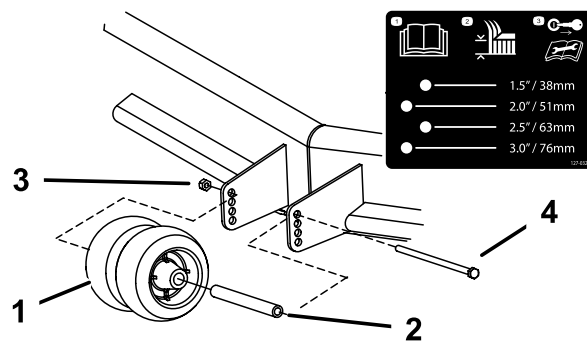

Figura 13
3. Reglai roțile anti-scalp aa cum se arată în Figura 13.